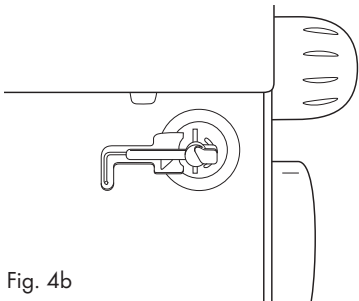

Fig. 4b
Vous pouvez le ranger dans l'emplacement prévu à cet effet derrière le capot avant ❶❶ (Fig. 4b).